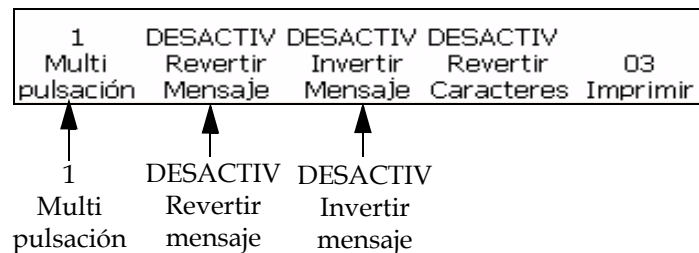

Figura 5-24: Marco <03 Imprimir>
La Figura 5-24 muestra el marco que se utiliza en esta sección (01 Edición > 02 Edición > 03 Edición > 04 Edición - Imprimir Ajuste > 01 Imprimir > 02 Imprimir > 03 Imprimir).
- 2 Comience en el marco <03 Imprimir>. Consulte la Figura 5-24 en la página 5-29.